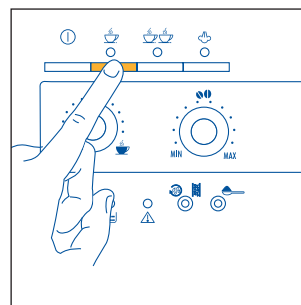
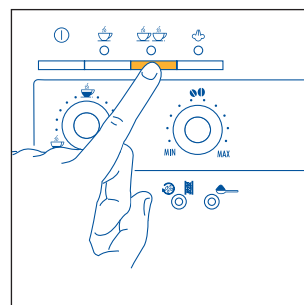

Fig. 12
Fig. 13
- 5) Tryk på tast ☺ (fig. 12), hvis du har valgt at brygge en kop kaffe eller på tast ☺☺ (fig. 13), hvis du har valgt at brygge to kopper kaffe. Nu begynder maskinen at male kaffebønnerne, den udfører en kortvarig forinfusion og derefter fuldfører den udstrømningen i koppen. Når den indstillede mængde er brygget, afbryder maskinen automatisk kaffeudstrømningen og smider grumset i kaffegrumsbeholder.
- 7) Tryk på tast ① for at slukke maskinen. (Inden den slukkes, udfører apparatet automatisk en skylning: der løber lidt varmt vand ud af hanerne, som samles i den nedenstående dråbeopsamlingsbakke – Pas på ikke at skolde sig). Hvis maskinen ikke slukkes ved at trykke på tast ①, slukkes den og udfører en hurtig skylning automatisk, under alle omstændigheder 3 timer efter den sidste betjening.
BEMÆRK 4: Mens maskinen er i gang med at brygge kaffen, er det muligt at stoppe udløbet når som helst, ved at trykke på den forud valgte tast ☉ (fig. 12) eller ☹☹ (fig. 13).
BEMÆRK 5: Så straks udløbet er færdigt, kan kaffemængden i koppen forøges ved at holde den forud valgte tast ☉ (fig. 12) eller ☹☹ (fig. 13) trykket ned, indtil man når den ønskede mængde kaffe denne operation skal foretages indenfor 3 sekunder efter at kaffeudløbet er færdigt).
BEMÆRK 1: hvis man lige efter at have lavet cappuccino og deaktiveret dampfunktionen ved at trykke på tasten til damp ☼, trykker på tast ☼ (fig. 12) eller ☼☼ (fig. 13) for at brygge mere kaffe, er maskinens temperatur for høj til kaffebrygning (de grønne kontrollamper ☼ og ☼☼ blinker for at vise at temperaturen ikke er passende): det er derfor nødvendigt at vente ti minutter mens maskinen køler lidt af.